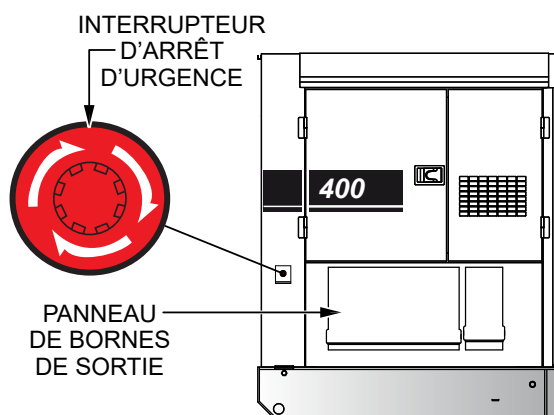

Figure 52. Interrupteur d'arrêt d'urgence
1. Pour arrêter le moteur en cas d'urgence, appuyez sur l'**interrupteur d'arrêt d'urgence** (Figure 52). Ce commutateur est situé sur le côté du générateur, à côté du panneau des bornes de sortie.